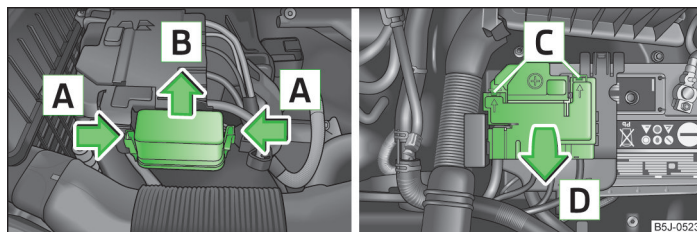

Fig. 152 Bateria autovehiculului: Capacul panoului de siguranțe
- Apăsați simultan mânerurile de siguranță ale panoului de siguranțe, în sensul săgeții **A** » fig. 152 și împingeți înspre afară capacul, în sensul săgeții **B**.